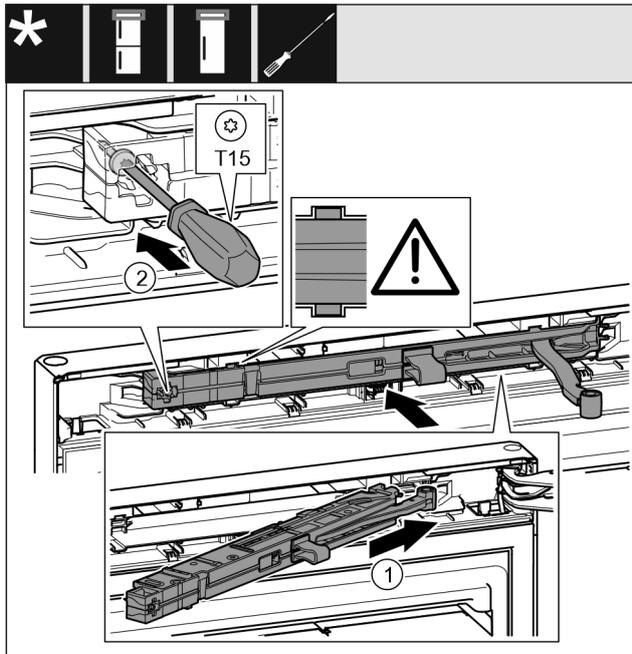

Fig. 46
- ▶ Schließdämpfereinheit auf der Lagerbockseite bis zum Anschlag schräg in die Aussparung einschieben. Fig. 46 (1)
- ▶ Schraube mit einem Schraubendreher T15 festschrauben. Fig. 46 (2)